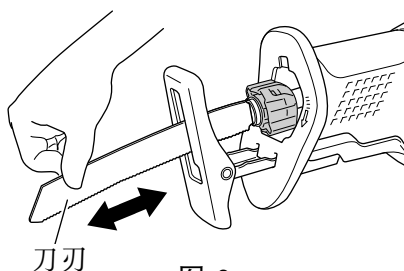

图 3
- (3) 松开控制杆时，弹簧的弹力会使控制杆自动返回正确的位置。
- (4) 用手试着拉刀刃背两三次，以确认刀刃已安装牢固。(图 3)